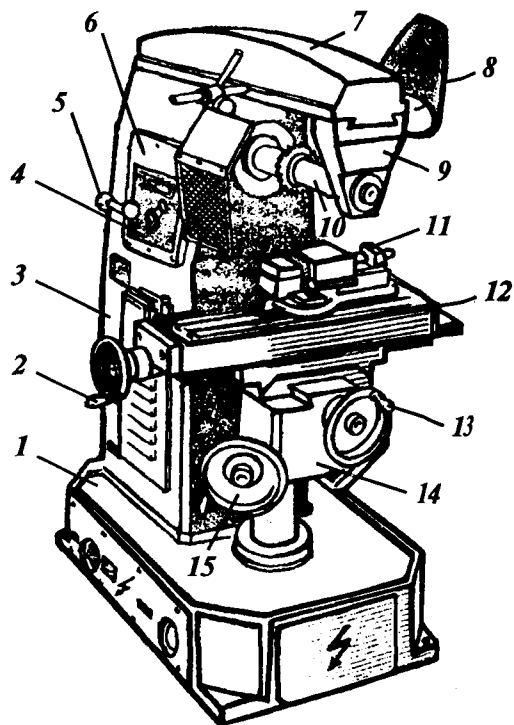

Рис. 73. Горизонтально-фрезерный станок НГФ-110Ш:
В школьных мастерских применяют настольный горизонтально-фрезерный станок модели НГФ-110Ш (рис. 73). На нем можно фрезеровать горизонтальные и вертикальные
Станок состоит из основания 1 (рис. 73), корпуса 3, коробки скоростей 6. Коробка скоростей обеспечивает получение 6 частот вращения шпинделя – от 125 до 1250 об/мин с помощью рукояток 4 и 5. Фреза закрепляется на оправке 10 зажимными втулками.
1. Пользуясь схемой, расположенной на коробке скоростей станка, установите рукоятки 4 и 5 (рис. 73) переключения частоты вращения на разные положения. Ус-